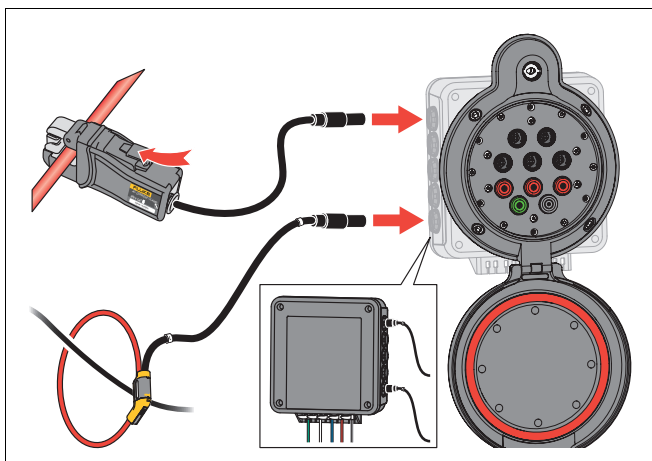

Figura 5. Conexões de corrente
1. Aplique o iFlex ou prenda em torno do fio da fase para medir. Veja a figura 5. Certifique-se de que a seta no sensor de corrente corresponda à direção do fluxo de corrente.